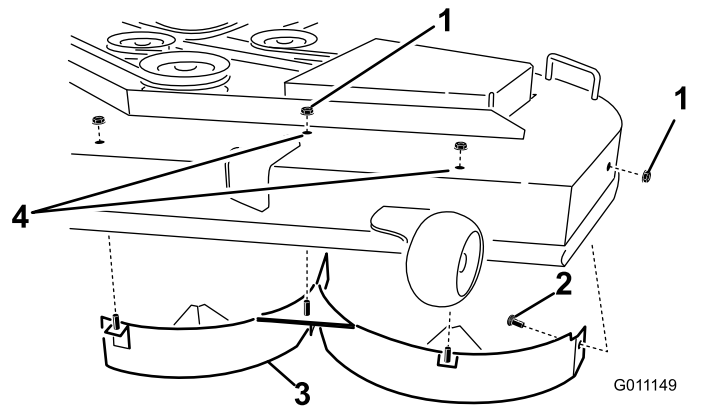

Figura 31
4. Remova as 2 porcas de bloqueio (5/16 pol.) presas aos postes soldados do abafador esquerdo, na parte superior da plataforma do cortador, nas posições central e esquerda (Figura 31).
6. Remova o abafador esquerdo da plataforma de corte como se mostra na Figura 31.